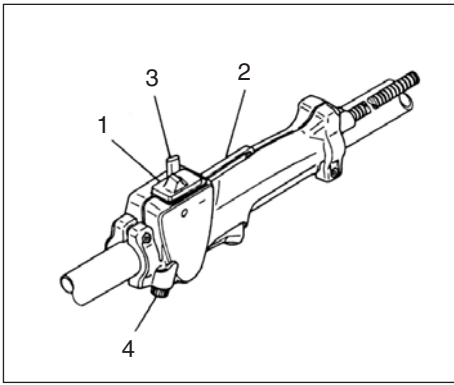

Fig.2-5
Démarrage (Fig. 2-5)
Le régulateur de l'obturateur d'échappement (4) sert à ajuster l'ouverture maximum de l'obturateur d'échappement. Il a été réglé en usine en fonction de l'ouverture maximum. (Si la machine en est munie) (Fig. 2-5)